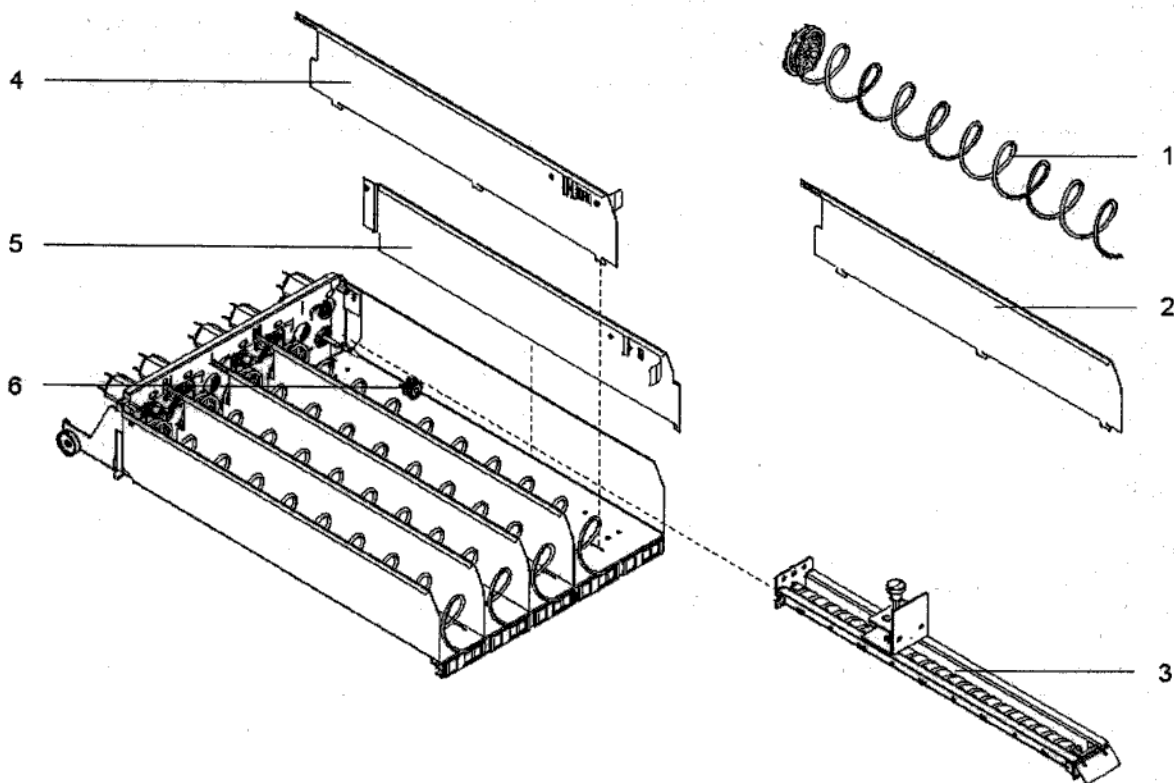

Abbildung 8
1. Entfernen Sie die Produktspirale und die Zwischenwand (Abbildung 8).